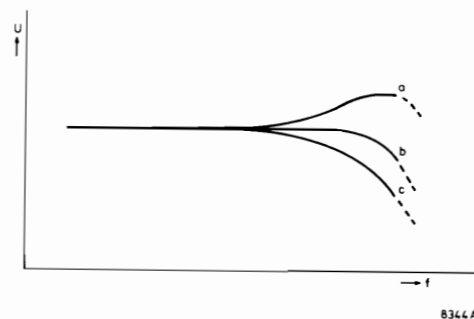

Fig. 18
- Het verloop boven de 6300 Hz dient ongeveer overeen te komen met de in Fig. 18 weergegeven karakteristiek b waarbij de naband vervorming ≤ 3 % bij 1 kHz (100 % modulatie) moet zijn. Wanneer de hoge frekwenties te veel worden verzwakt (Fig. 18c), is de voormagnetisatiestroom te hoog. Zijn de hoge frekwenties te sterk (Fig. 18a) en/of is vervorming hoorbaar dan is de voormagnetisatiestroom te laag.